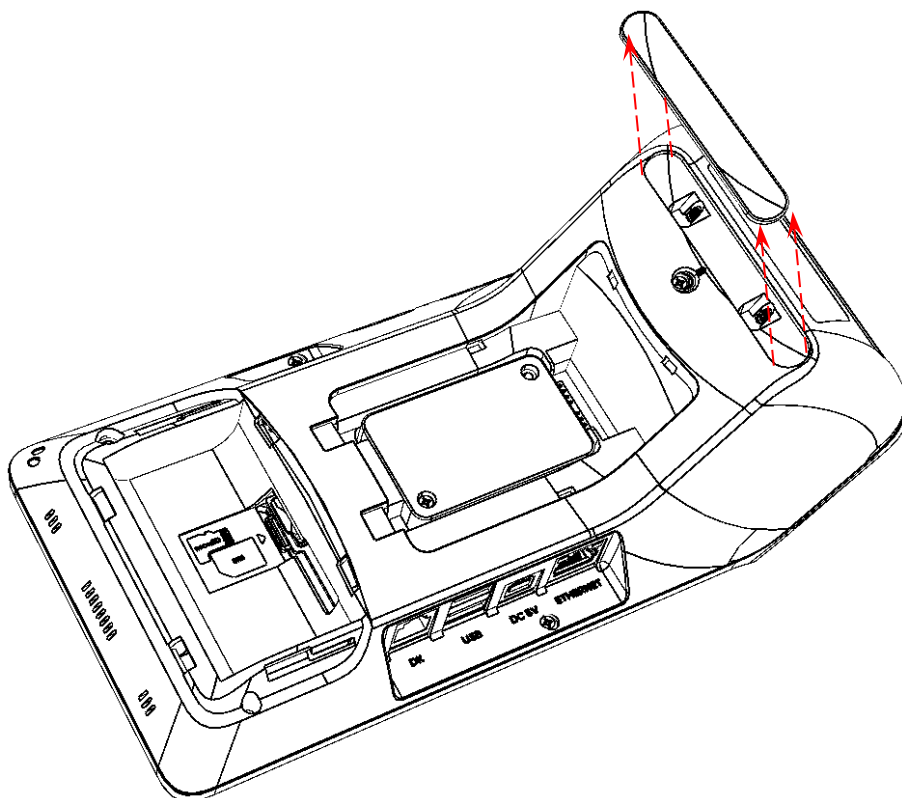

Рисунок 13. Отделение планки, скрывающей винты крепления
16. Установить планку, скрывающую винты крепления нижней части к лотку для ЧЛ (рисунок 13).